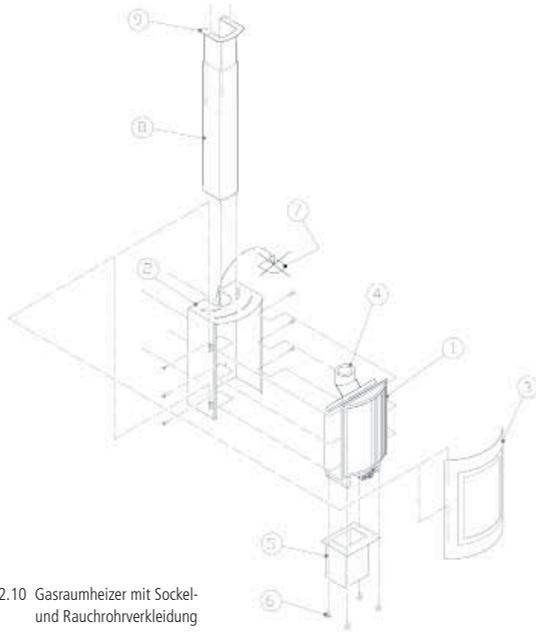
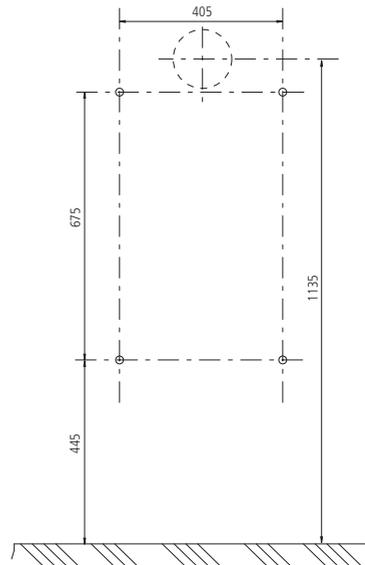

Abb. 2.10 Gasraumheizer mit Sockel- und Rauchrohrverkleidung
Abb. 2.11 Maße für Bohrungen für einen Bodenabstand mit Sockel
(4) Montage des Grundgeräts
- a) Fußschrauben (R, siehe Abb. 2.10) entfernen,
- a) Die untere Scheibenhalterleiste (L, siehe Abb. 2.10) lockern, aber nicht entfernen.
- b) Die rechte, die linke und die obere Scheibenhalterleiste (L, siehe Abb. 2.10) entnehmen.
- c) Die Sichtscheibe (M, siehe Abb. 2.10) herauszunehmen.
Der Einbau der Drosselscheibe (P, siehe Abb. 2.10) und der Stauscheibe (O, siehe Abb. 2.10) richtet sich nach der senkrechten Höhe der Abgasleitung.
- b) Die Halteleiste der Prallplatte (G, siehe Abb. 2.10) vorsichtig schräg nach vorne oben abziehen.
- c) Die Prallplatte (G, siehe Abb. 2.10) ebenfalls schräg nach oben aus den zwei unteren Halterungen herausziehen.
- d) Eine Feuerraum-Seitenwand (H oder I, siehe Abb. 2.10) entfernen: das Seitenteil etwas nach hinten zur Rückwand drücken und vorne zur Feuerraummitte drehen. Das Seitenteil bzw. die Seitenteile entnehmen.
- f) Die Stauscheibe (O, siehe Abb. 2.10) mit oder ohne zusätzlich angebaute Drosselscheibe (P) von hinten auf die Gewindehülsen der Haltelasche im Abgasstutzen stecken. Dabei muss sich das Segment der Drosselscheibe im unteren Bereich des Abgasstutzens liegen.
Kontrollieren Sie Flammenwächter (S, siehe Abb. 2.11), Pilot-Brennerdüse (T, siehe Abb. 2.11) und Zündelement (R, siehe Abb. 2.11), sowie den korrekten Sitz des Feuerraum-Bodenblechs (K, siehe Abb. 2.10) und der Düsenabdeckung (Q, siehe Abb. 2.10).
Im unteren Bereich des Grundgerätes (A, siehe Abb. 2.10) befinden sich der Gasregler und die Steuereinheit. Gasregler und Steuereinheit, sowie Brennerdüse, Pilotflammdüse, Zündelement und Flammenwächter